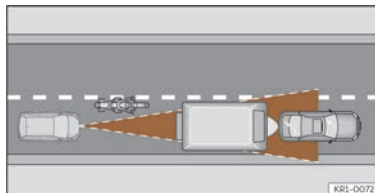

Fig. 144 Motocycliste circulant à l'avant hors du rayon d'action du capteur radar.
- Véhicules circulant de manière non alignée ou en dehors de la zone de détection du capteur, par exemple, des motos >>> **fig. 144**.